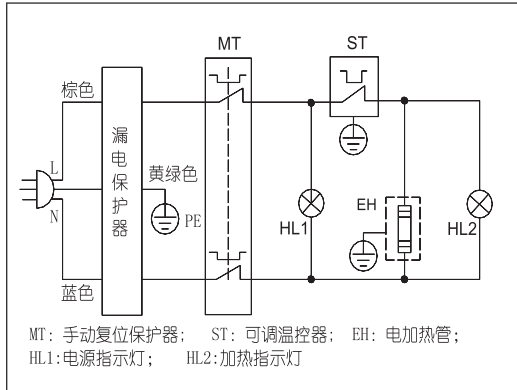

图 8
- ◆ 本热水器使用的电源为额定电压 220V/50Hz 的单相交流电，电气接线如图 8 所示。